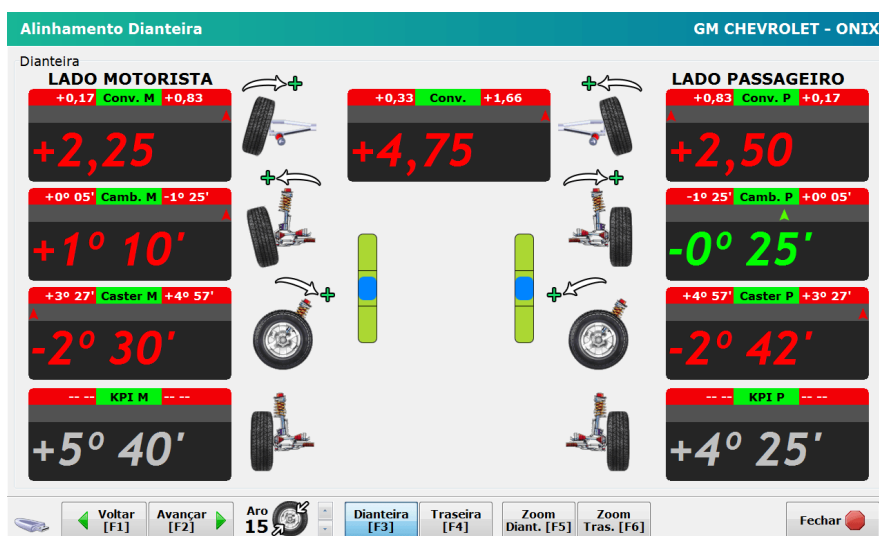
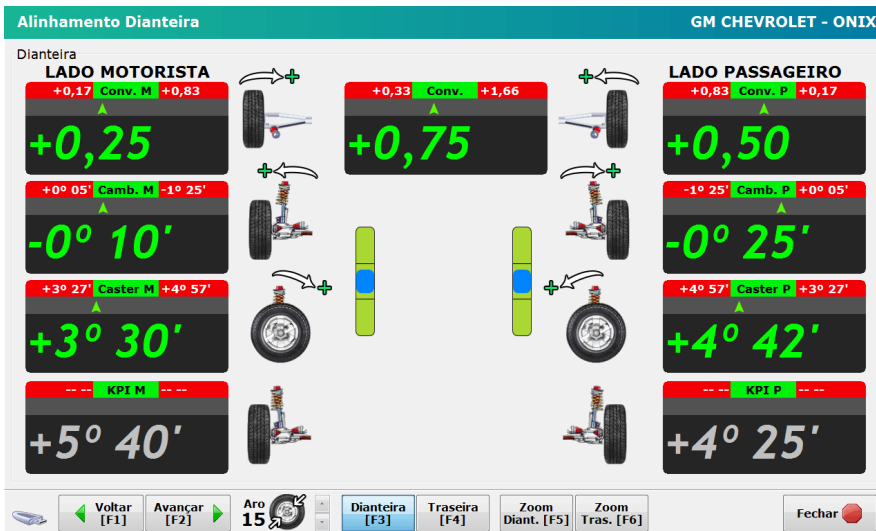

Figura 6 - Leitura final
Figura 7 - Leitura final ok
Após realizar todos os passos acima de leitura inicial do veículo clique em Avançar [F2] na tela de alinhamento do Softeck FC. Figura 6.
Nessa tela do Softeck FC as medidas iniciais do veículo agora serão comparadas com as medidas de fábrica do veículo. Figura 6 e Figura 7.
- [F3] Tela de ajuste Alinhamento Dianteiro. Figura 6 e Figura 7.